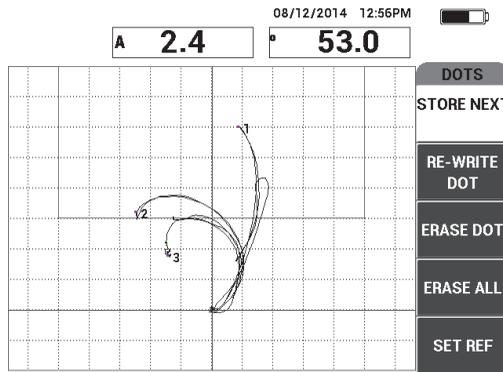

Figura 6-50 Tercer punto registrado
8. Desplace lentamente la sonda sobre la tercera pérdida de adherencia, y seleccione **STORE NEXT** (tecla de función A) para registrar el tercer punto. Ver la Figura 6-50 en la página 174.